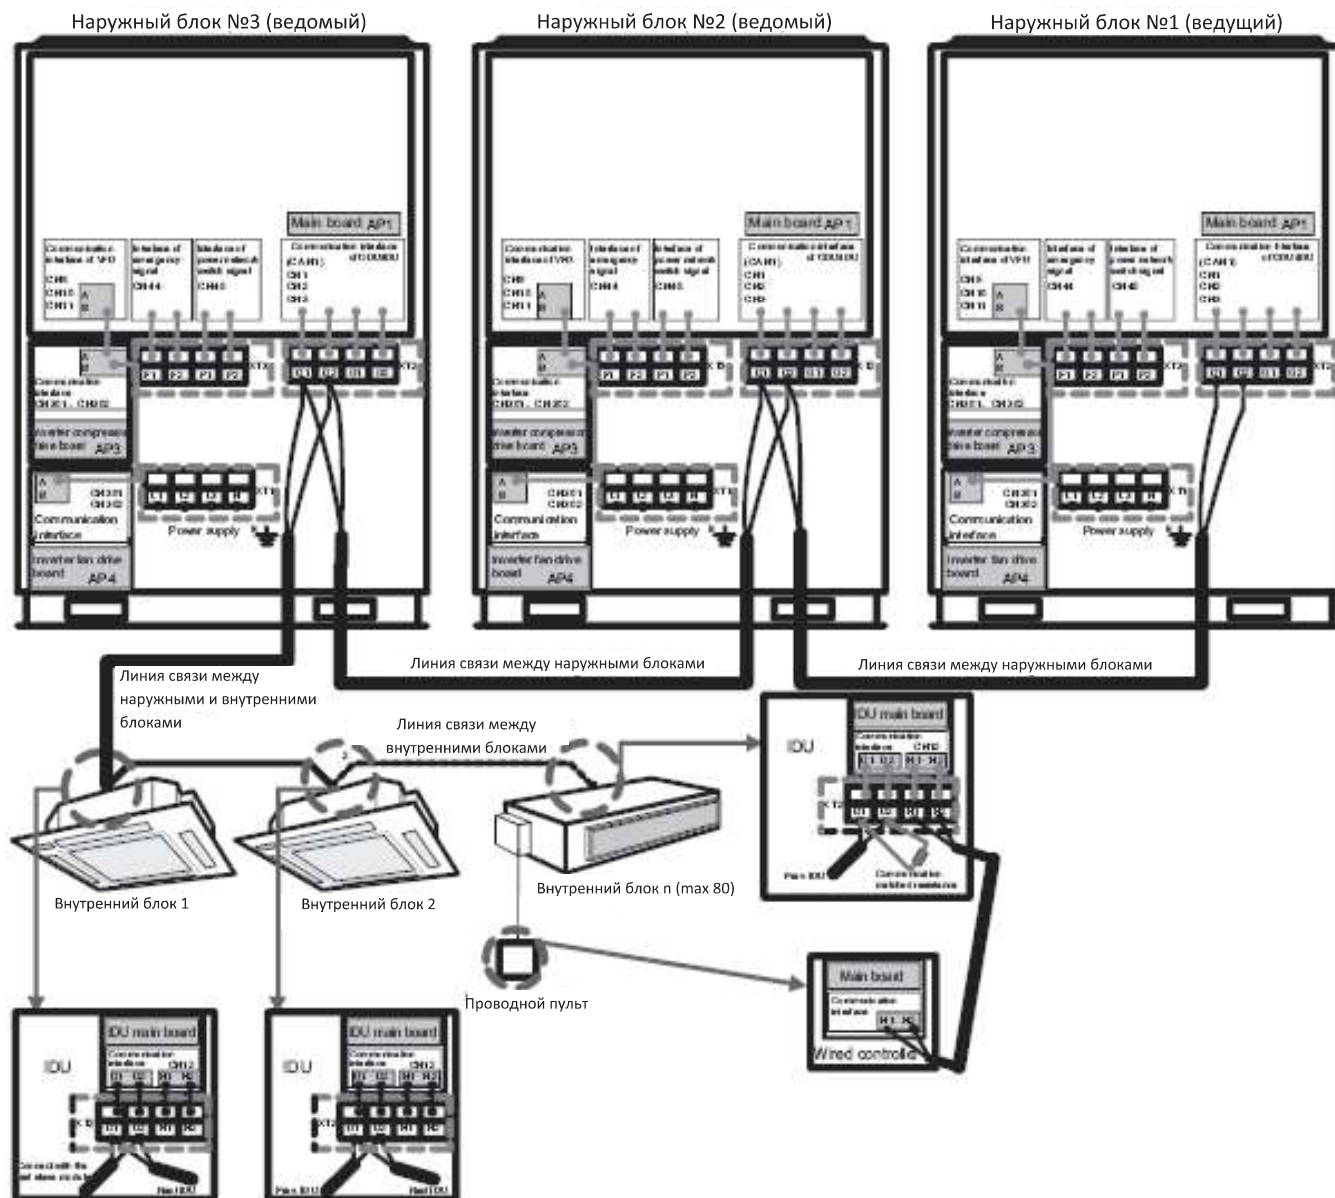

Рис. 8.1
8.2. Схема коммутации внутренних и наружных блоков системы ALPICAIR VRF5 (рис. 8.1.).